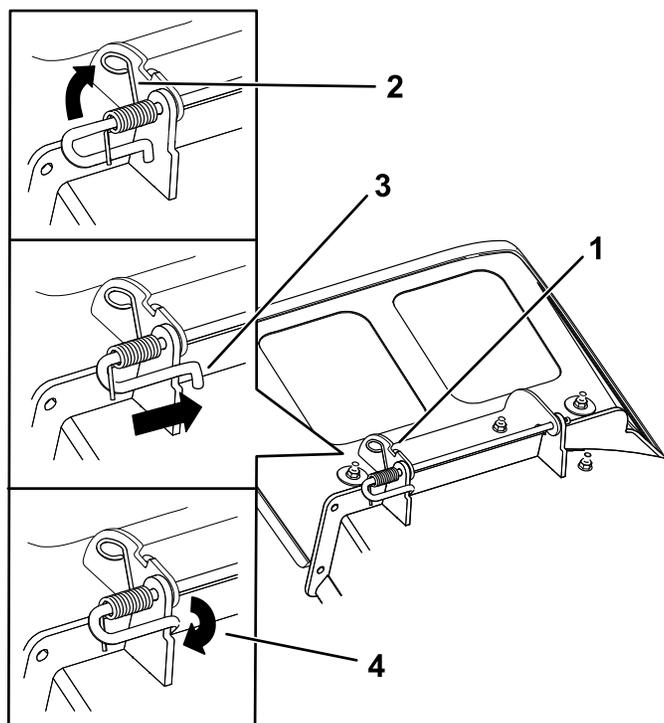

Рисунок 79
- Установите новый отражатель выброса так, чтобы концы кронштейнов находились между приварными кронштейнами на деке, как показано на Рисунок 79.
- Расположите пружину на стержне так, как показано на Рисунок 79, чтобы более короткий конец пружины выходил из-под стержня перед его изгибом и проходил над стержнем в месте выхода из изгиба.
- Поднимите конец пружины, имеющий петлю, и поместите его в выемку на кронштейне отражателя (Рисунок 79).
- Закрепите узел стержня и пружины, закрутив его таким образом, чтобы короткий конец стержня находился за кронштейном газонокосилки, приваренном к деке (Рисунок 79).